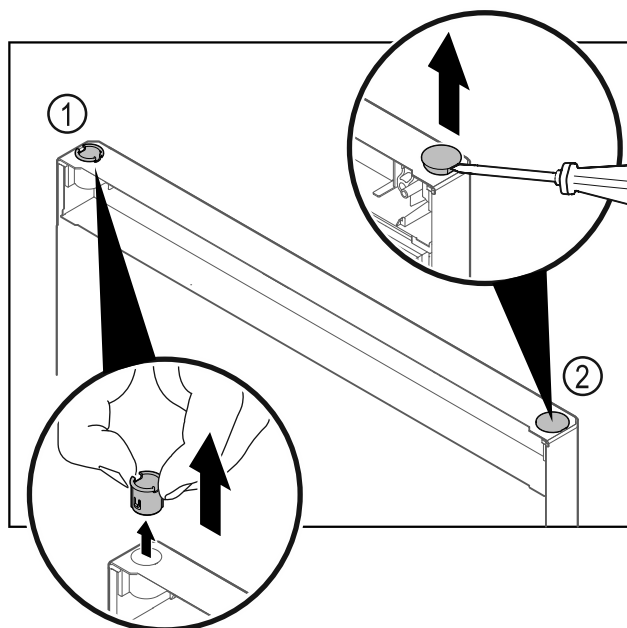

Fig. 22
- Estrarre la boccia cerniera Fig. 22 (1) con le dita.
- Con un cacciavite a testa a intaglio sollevare con cautela il tappo Fig. 22 (2) ed estrarlo.